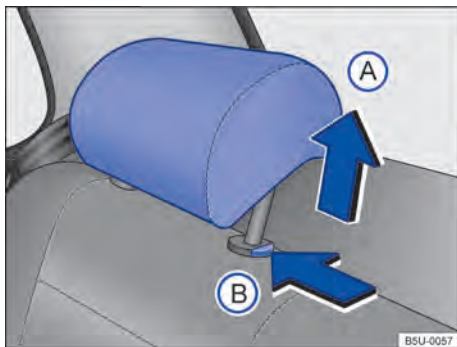

Fig. 59 Apoio para cabeça traseiros: ajustar.
- Empurrar o apoio para cabeça para cima na direção da seta → Fig. 59 (A) ou com a tecla → Fig. 59 (B) pressionada, empurrar para baixo →  em *Introdução ao tema* na página 71.